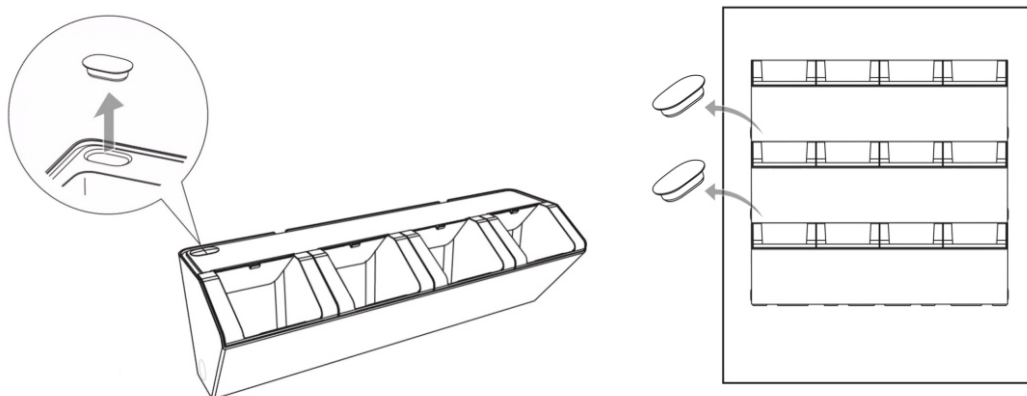

Рис. 27
- Снимите все левые верхние заглушки, кроме верхней. Через это отверстие в верхнем модуле будет поступать вода. См. (рис. 27)